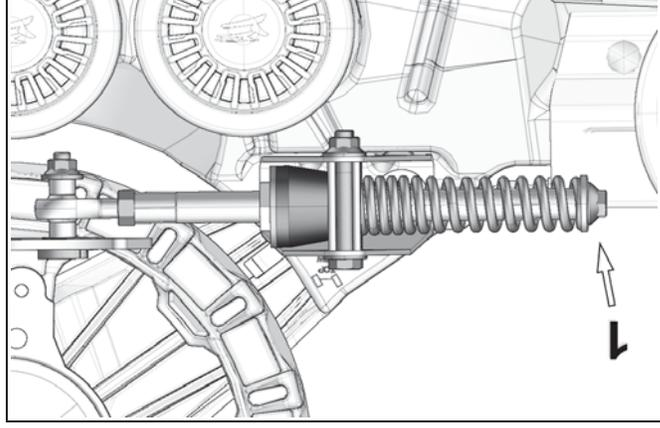

Figure 9
- Vérifier que le boulon du ressort (1) est serré au couple recommandé [40 N•m] et que les composants du bras stabilisateur sont dans le bon ordre. Voir la Figure 9.